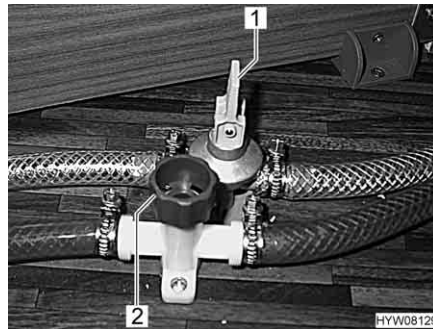

Bild 141 Avtappningskranar
- Stäng alla avtappningskranarna för varmvattenberedaren. Ställ då vipparmen (Bild 141,1) i vågrätt läge och vrid ventillocket (Bild 141,2) medurs.
- Öppna alla avtappningskranarna för varmvattenberedaren. Ställ då vipparmen (Bild 141,1) i lodrätt läge och vrid ventillocket (Bild 141,2) moturs.